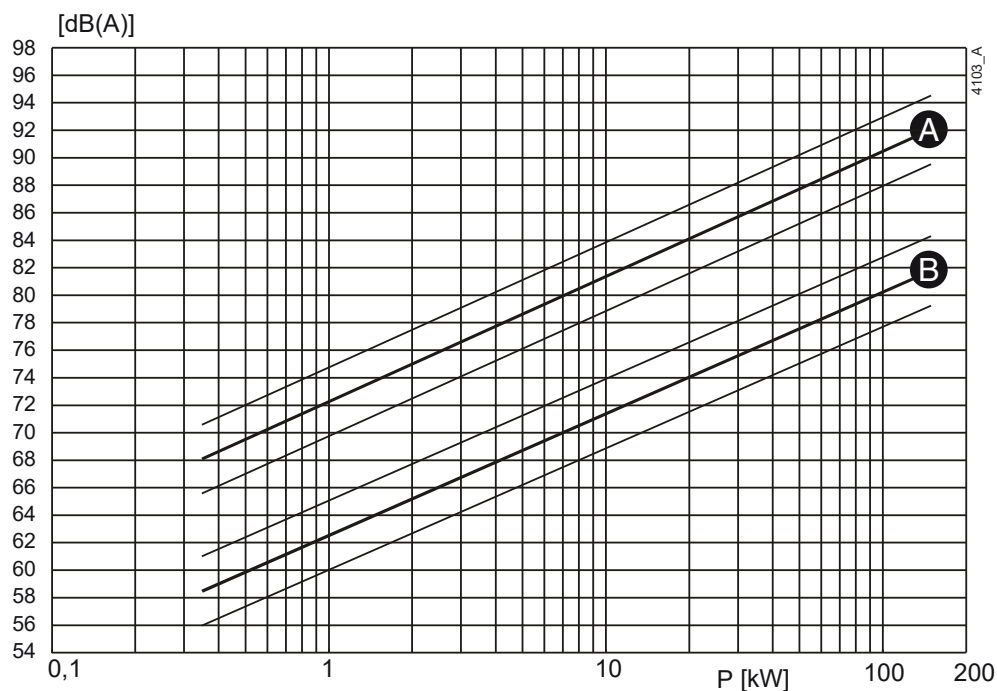
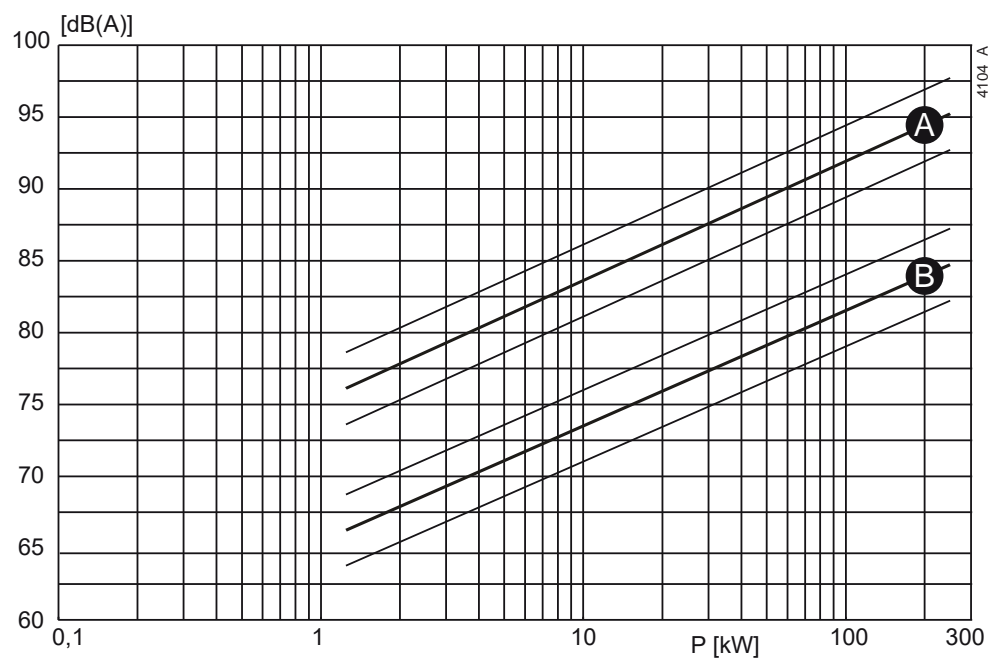

Рисунок 30: Зависимость уровня шума от мощности насоса [кВт] при 1450 об/мин
Рисунок 31: Зависимость уровня шума от мощности насоса [кВт] при 2900 об/мин
- 1 Определите уровень шума ( $L_1$ ) насоса, см. рисунок 30 или рисунок 31.